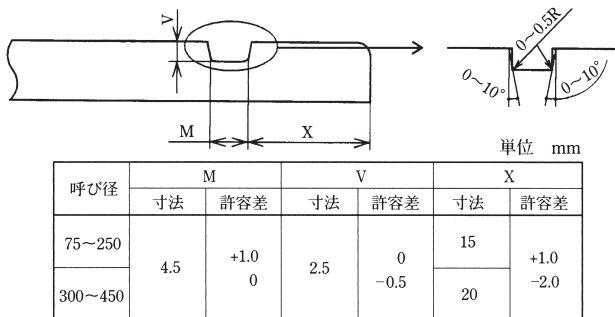
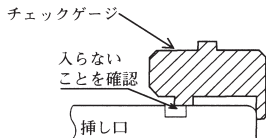

図52 挿し口加工寸法
図54 挿し口端面から溝までの距離の確認
(4) 挿し口加工の寸法は図52のとおり。
- ② チェックゲージが溝と挿し口端面の間に入らないことを確認する(図54参照)。チェックゲージが入る場合、挿し口端面から溝までの距離が短いので、原因を確認し、新たに挿し口加工をやり直す。なお、呼び径75~250と呼び径300~450ではX寸法(図52参照)が異なるため、使用するチェックゲージが異なる。